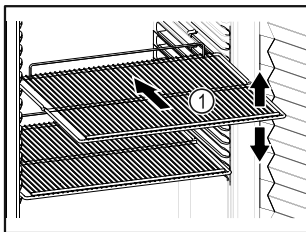

Fig. 31
- Εάν οι σχάρες Fig. 31 (1) είναι ρυθμιζόμενες, προσαρμόστε τα ανάλογα με το ύψος.